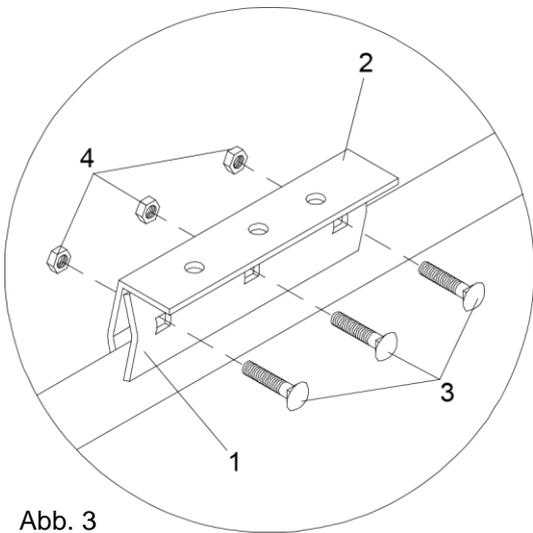

Abb. 3
2. Die Klemme wird am Blechfalz befestigt, indem Sie die linke (1) und die rechte (2) Hälfte mit Hilfe der 3 Torbandschrauben (3) samt Muttern (4) verschrauben (Abb. 3).